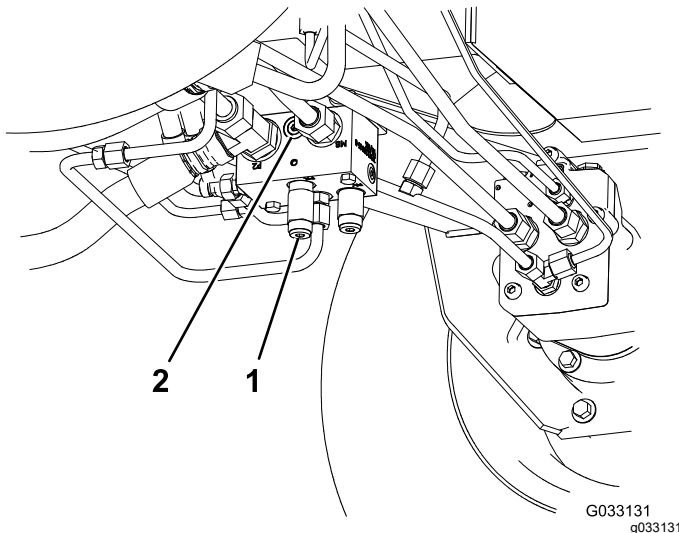

Figura 42
- 95-0985, empalme (2)
- 340-77, acoplamiento hidráulico (2)
1. Instale un acoplamiento diagnóstico en el orificio sin marcar que está situado entre los orificios M8 y P2 del colector de tracción trasera (Figura 42).